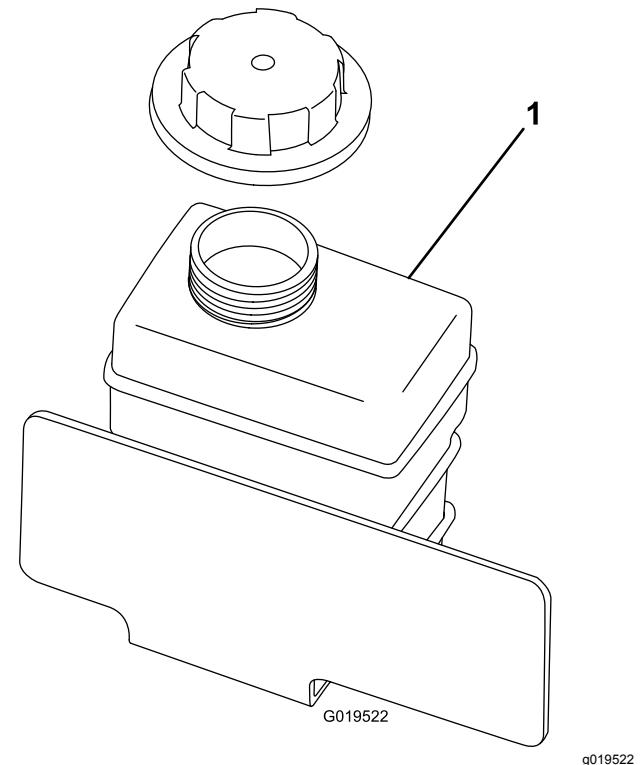

Figura 67
4. Compruebe el nivel de refrigerante en el depósito auxiliar (Figura 67).